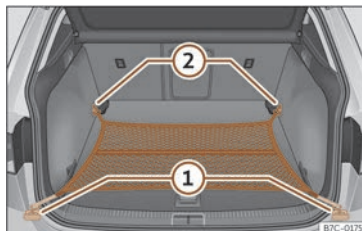

Fig. 169 În portbagaj: plasa pentru bagaje prinsă la nivelul podelei.
- Fixați cârligele plasei pe inelele de ancorare >>> **fig. 169** ① și ② >>> ⚠. Fermoarul bagajelor trebuie îndreptat în sus.